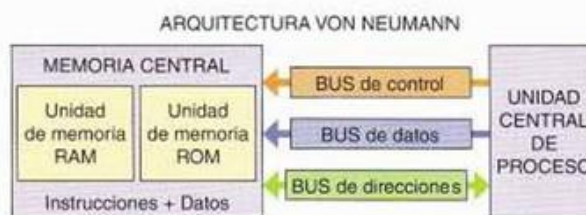

Fig. 16.5. Arquitectura Von Neumann.
- **Arquitectura Von Neumann** (Fig. 16.5): cuando en un microprocesador hay un único bus de direcciones y de datos, y tanto los datos como las direcciones están en una misma memoria.